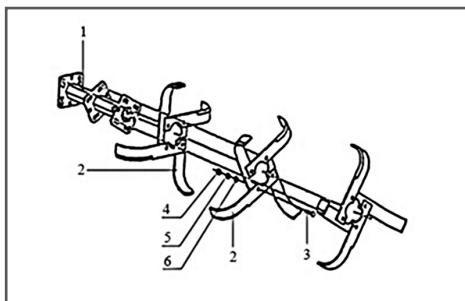

Рис. 6 Сборка фрез
1. Установить ножи фрез на кронштейны осей фрез (ножи должны быть установлены лезвием по ходу культивации) Рис. 6.